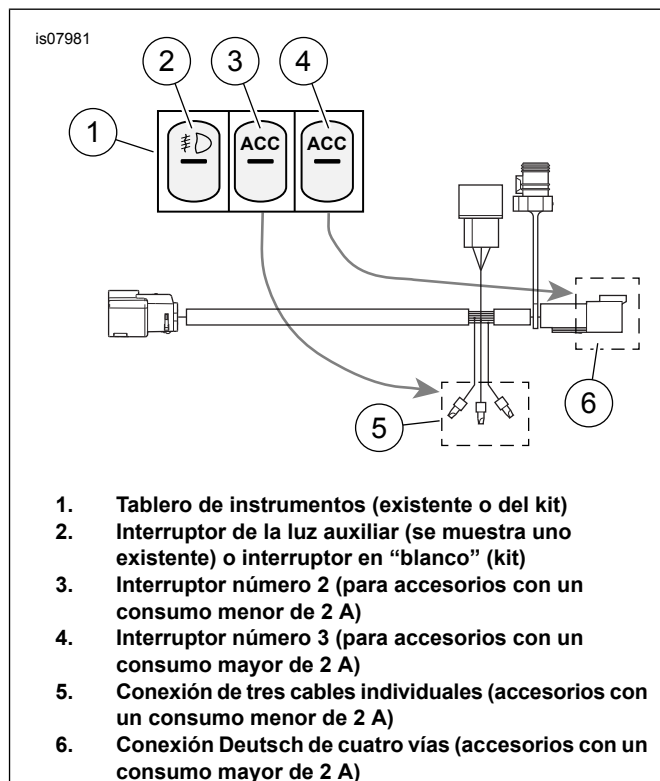

Figura 1. Conexiones de interruptores y arnés
- Accesorios con una conexión de alimentación de enchufe Deutsch de cuatro vías:** Vea Figura 1. El conector de 4 vías (6) se DEBE usar para cualquier accesorio que consuma más de 2 A y será controlado por un interruptor en la posición del interruptor del lado derecho. También se puede usar como interruptor para los accesorios que consumen menos de 2 A. Se debe enchufar directamente al arnés de conexión eléctrica o al Adaptador de accesorios eléctricos **Accesorios que se conectan a la alimentación con tres cables individuales:** Vea Figura 1, Tabla 1, y Tabla 2. Los conectores con tapa de 3 empalmes (5) SOLAMENTE se pueden usar como interruptores para accesorios (2 cables) que consumen menos de 2 A o accesorios (3 cables) que consumen más de 2 A que ya tienen un relé incorporado. Corte los cables del accesorio (o accesorios) a una longitud adecuada para que lleguen fácilmente a los tres cables individuales en el Arnés de conexión eléctrica. Si es necesario, corte las tapas de los cables de los tres cables en el arnés.